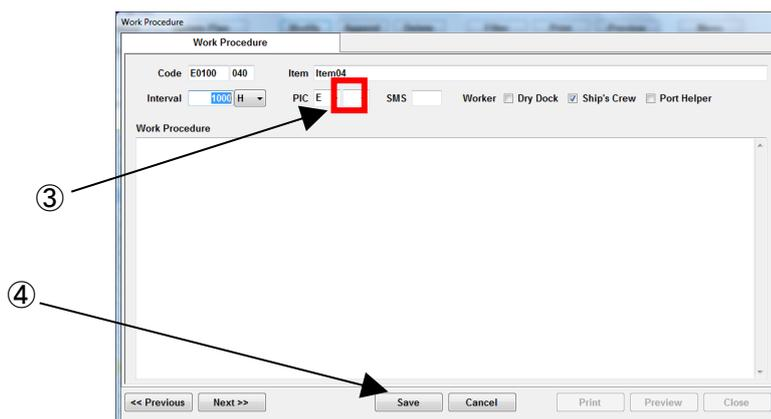

図 10-12 Work Procedure 画面
(2) “Work Procedure”画面 (図 10-12) が表示されます。
(3) PIC(担当者)の“Code 番号”のみ編集することができます。“D”、“E”、“R”等の所掌区分は編集することができません。